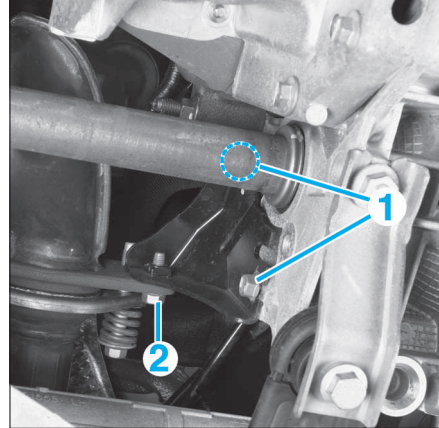

FIG. 74
- les fixations (1) et (2) puis la béquille aval sur boîte de vitesses (Fig.74),